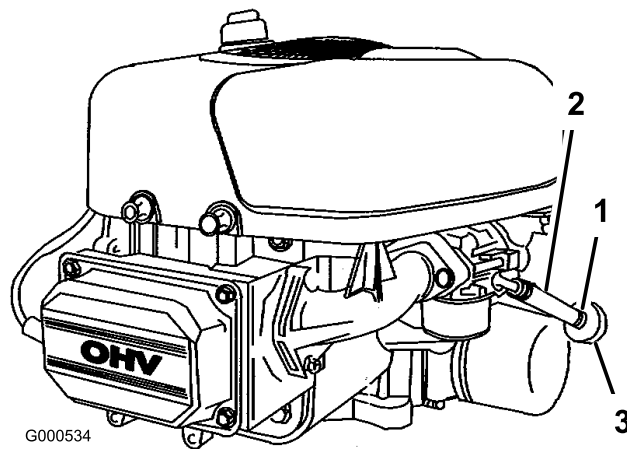

Figura 40
5. Afloje la abrazadera cerca del filtro de combustible y deslícela por el tubo, alejándola del filtro de combustible (Figura 40).
6. Retire el tubo de combustible del filtro (Figura 40).
8. Instale el tubo de combustible en el filtro de combustible. Acerque la abrazadera al filtro de combustible para fijar el tubo de combustible (Figura 40).
4. Apriete los extremos de las abrazaderas y deslícelas por el tubo alejándolas del filtro (Figura 40).
6. Instale un filtro nuevo y acerque las abrazaderas al filtro (Figura 40).